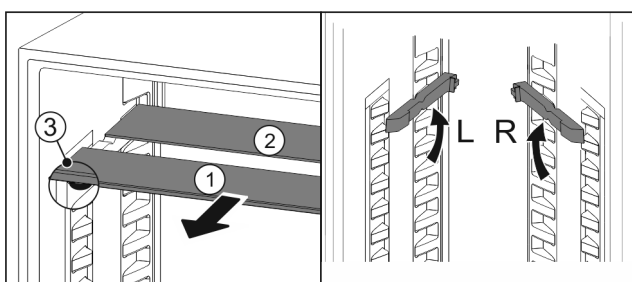

Fig. 137
- Sortir les tablettes par l'avant Fig. 137 (1).
- La tablette en verre Fig. 137 (1) avec bordure décorative est située à l'avant.
- Les butées Fig. 137 (3) sont orientées vers le bas.